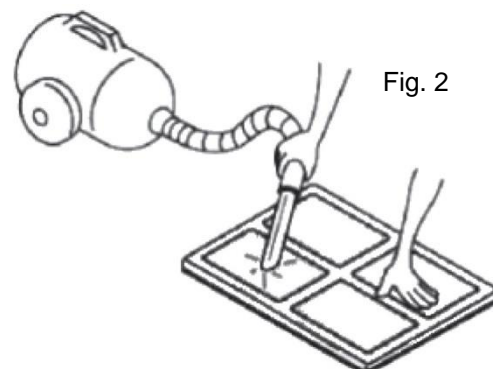

Fig. 2
- È preferibile pulire con cura il filtro dell'aria sotto l'acqua tiepida o con un aspirapolvere a bassa potenza di aspirazione. (Vedere la Fig. 2)